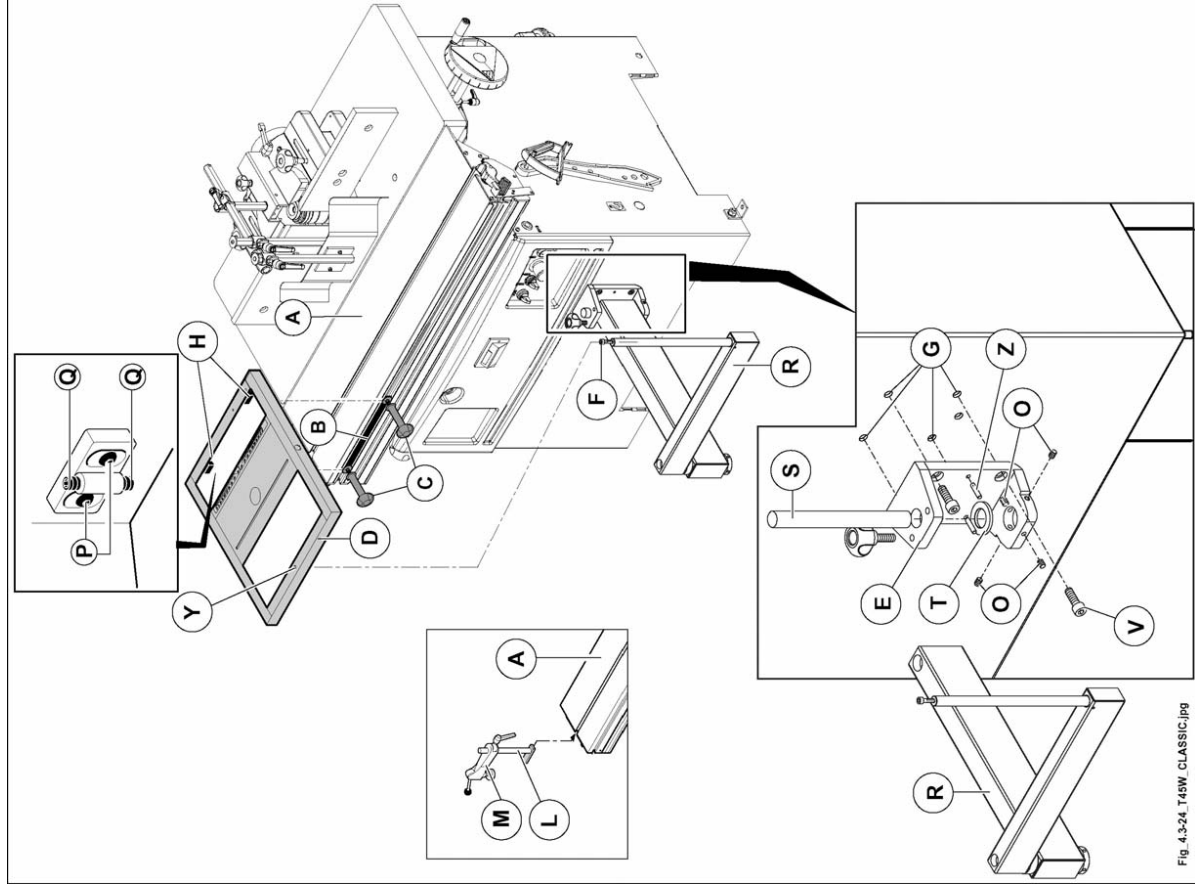
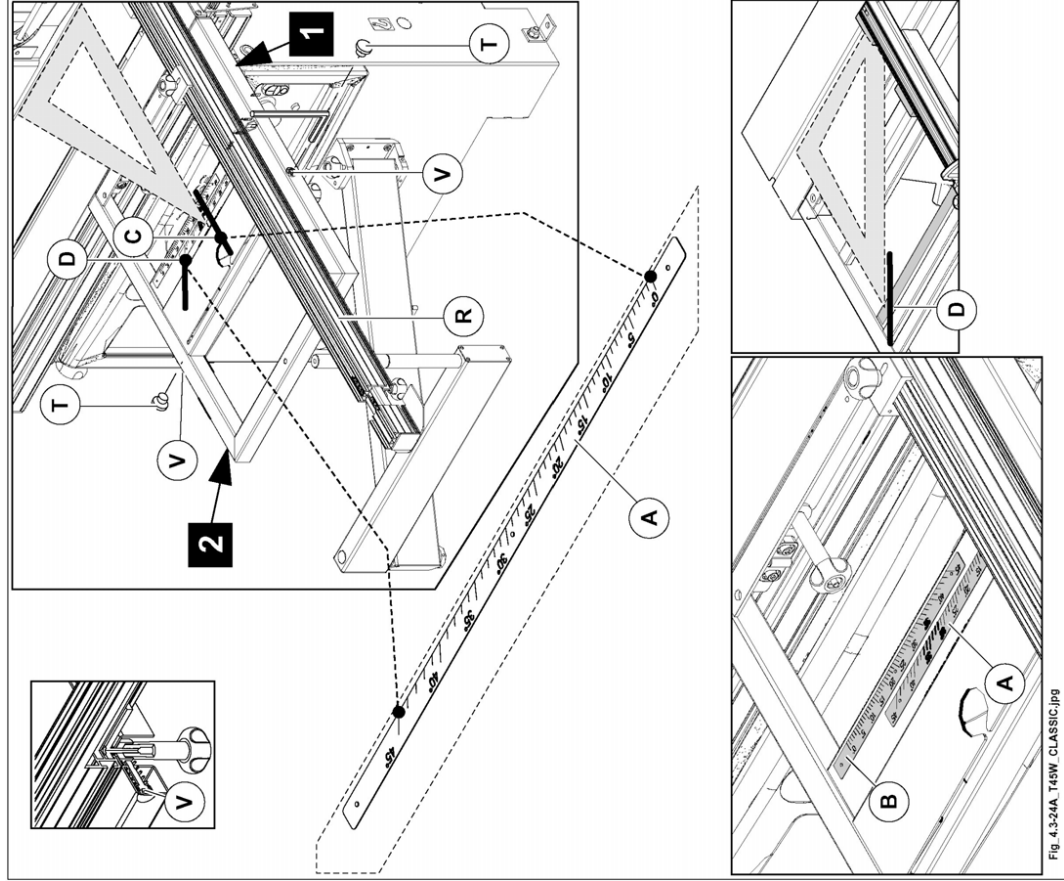

Abb. 4.3-24
Abb. 4.3-24A
- 1) Halterung (B Abb. 4.3-24) in die Rille des Waggons (A Abb. 4.3-24) einsetzen.
- 2) Streichbrett (R Abb. 4.3-24) wie in der Abbildung gezeigt positionieren; Rahmen (D Abb. 4.3-24) auf Halterung (B Abb. 4.3-24) aufliegen und dabei die beiden Gleitbacken (H Abb. 4.3-24) in die Rillen des Waggons einsetzen. Schraube (F Abb. 4.3-24) in das Bohrloch (Y Abb. 4.3-24) einsetzen.
die Schraube (F Abb. 4.3-24) muss perfekt dem entsprechenden Sitz unter dem Rahmen (D Abb. 4.3-24) sitzen.
- 3) Falls erforderlich den Tisch (D Abb. 4.3-24) mit der Schraube (F Abb. 4.3-24) nivellieren..
- 4) Die Knäufe (C Abb. 4.3-24) anziehen.
- 5) Schraubenbolzen (L Abb. 4.3-24) mit dem Druckstück (M Abb. 4.3-24) in die Rille des Waggons (A Abb. 4.3-24) einsetzen und zum Festziehen im Uhrzeigersinn drehen.
- lockern Sie die Drehknöpfe (C Abb. 4.3-24);
- lockern Sie die Schrauben (P Abb. 4.3-24) und betätigen Sie die Madenschrauben (Q Abb. 4.3-24), um die Höhe einzustellen.
- Montieren Sie die Schwenkauflage (E, Abb. 4.3-24) am Maschinenbett; verwenden Sie zur Befestigung die Bohrungen (G, Abb. 4.3-24).
- Ziehen Sie die Schrauben (V, Abb. 4.3-24) fest und fixieren Sie die Position der Halterung (E, Abb. 4.3-24) mit den Dübeln (Z, Abb. 4.3-24) am Maschinenbett.
- Montieren Sie die Schwenkauflage (R, Abb. 4.3-24) an der Halterung (E, Abb. 4.3-24) und am Abstandstück (T, Abb. 4.3-24) und setzen Sie den Drehschliff (S, Abb. 4.3-24) ein.
- Drehen Sie die Madenschrauben (O, Abb. 4.3-24), um eine Grundeinstellung der Schwenkauflage (R, Abb. 4.3-24) zu erhalten.
- Montieren Sie danach den Stützrahmen (D, Abb. 4.3-24), wie in der oben aufgeführten Abfolge (1 - 5) beschrieben ist.
- Verschieben Sie den Schiebeträger und überprüfen Sie, ob das Schwenkaggregat gut gleitet und eben ist. Falls die Position der Schwenkauflage (R, Abb. 4.3-24) eingestellt werden muss, betätigen Sie mithilfe der Madenschrauben (O, Abb. 4.3-24) den Schliff (D, Abb. 4.3-24).
- Nivellieren Sie gegebenenfalls den Tisch (D, Abb. 4.3-24) mit der Schraube (F, Abb. 4.3-24).
- Lockern Sie die Drehknöpfe (C Abb. 4.3-24);
- Wenn die Tätigkeit abgeschlossen ist, ziehen Sie die Schrauben (P Abb. 4.3-24) fest und die Knäufe (C Abb. 4.3-24) anziehen.
Montieren Sie am Ende die Skalenschilder (A und B, Abb. 4.3-24), wie in der Folge beschrieben ist.
- Installieren Sie das Auflagelineal (R, Abb. 4.3-24A) für rechtwinklige Schnitte (0°) an der Seite "1" des Stützrahmens (siehe Abs. Abb. 4.3-242). Wenn sich das Teleskoplineal nicht ordnungsgemäß auf 90° positioniert, nehmen Sie den Verschluss (T, Abb. 4.3-24A) ab und drehen Sie die Einstellschraube (V, Abb. 4.3-24A), bis das Teleskoplineal korrekt auf 90° steht.
- Markieren Sie (z.B. mit einem Bleistift) die Position des Lineals (C, Abb. 4.3-24A).
- Positionieren Sie das Auflagelineal (R, Abb. 4.3-24A) für den Gehrungsschnitt (45°) ebenfalls auf der Seite "1" des Stützrahmens (siehe Abs. Abb. 4.3-24.2).
- Markieren Sie (z.B. mit einem Bleistift) die Position des Lineals (D, Abb. 4.3-24A).
- Nehmen Sie dann das Klebeschild (A, Abb. 4.3-24A), platzieren Sie es wie in der Abbildung gezeigt am Rahmen, richten Sie seine Markierungen für 0° und 45° an den beiden Positionen (C und D, Abb. 4.3-24A) aus, die sie vorher am Rahmen markiert haben, und befestigen Sie es dann daran.
Nachdem Sie das Auflagelineal an der Seite "2" des Stützrahmens platziert haben, wiederholen Sie die oben aufgeführten Tätigkeiten, um das Skalenschild (B, Abb. 4.3-24A) zu montieren.